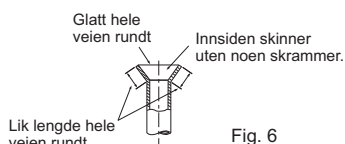

Fig. 6
- Sammenlign kragingsarbeidet med Fig. 6.